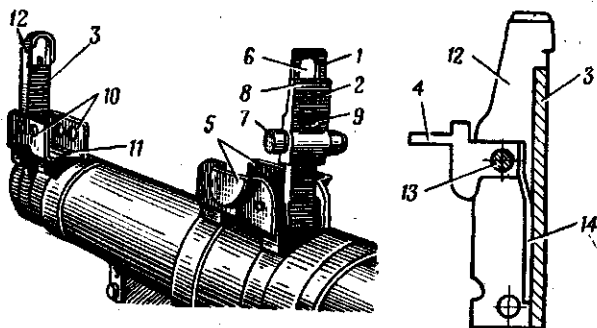

Рис. 27. Механический (открытый) прицел:
19. Механический (открытый) прицел (рис. 27) используется в случае повреждения (выхода из строя) оптического прицела. Он состоит из прицельной планки с хомутиком, основной и дополнительной мушек, смещаемых в кожухах.